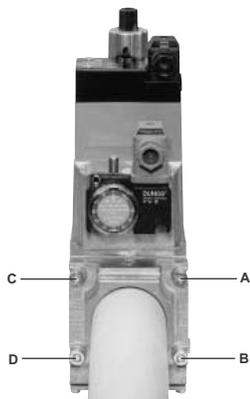
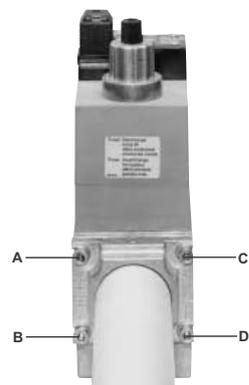

Fig. 11
Fig. 12
1. Allentare le viti A e B **non** svitare (Fig. 11 e Fig. 12).
2. Svitare le viti C e D (Fig. 11 e Fig. 12).